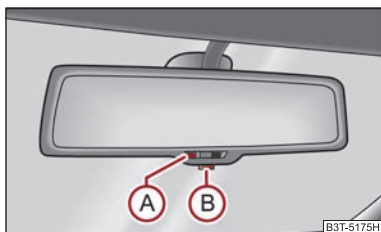

Abb. 66 Automatisch abblendender Innenspiegel
- Drücken Sie die Taste **B** ⇒ Abb. 66 - die Kontrollleuchte **A** leuchtet.